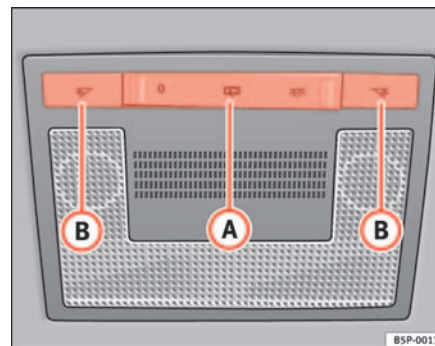

Fig. 77 Revestimiento interior del techo: iluminación delantera del habitáculo
Con el mando (A) ⇒ fig. 77 puede seleccionar las siguientes posiciones:
Pulsar el conmutador a la posición O ⇒ fig. 77 .